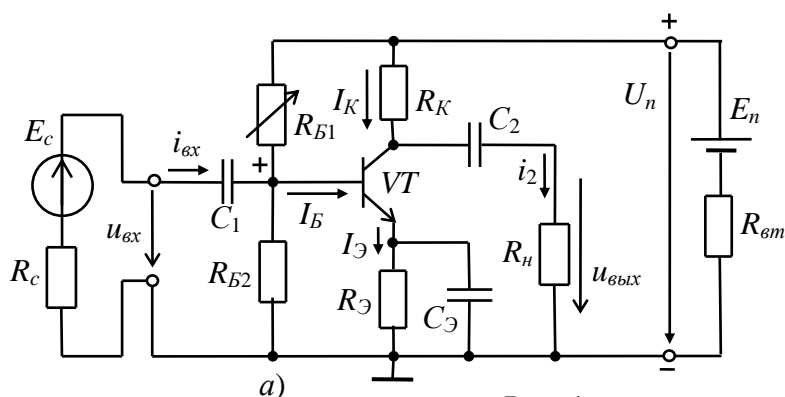

Рис. 1
1. Рассчитать цепи смещения каскада ОЭ (рис. 1). Транзистор 2N3392. Коллекторное сопротивление $R_K = 3\text{кОм}$. Напряжение питания $E_n = 12\text{В}$. Обосновать выбор транзистора.